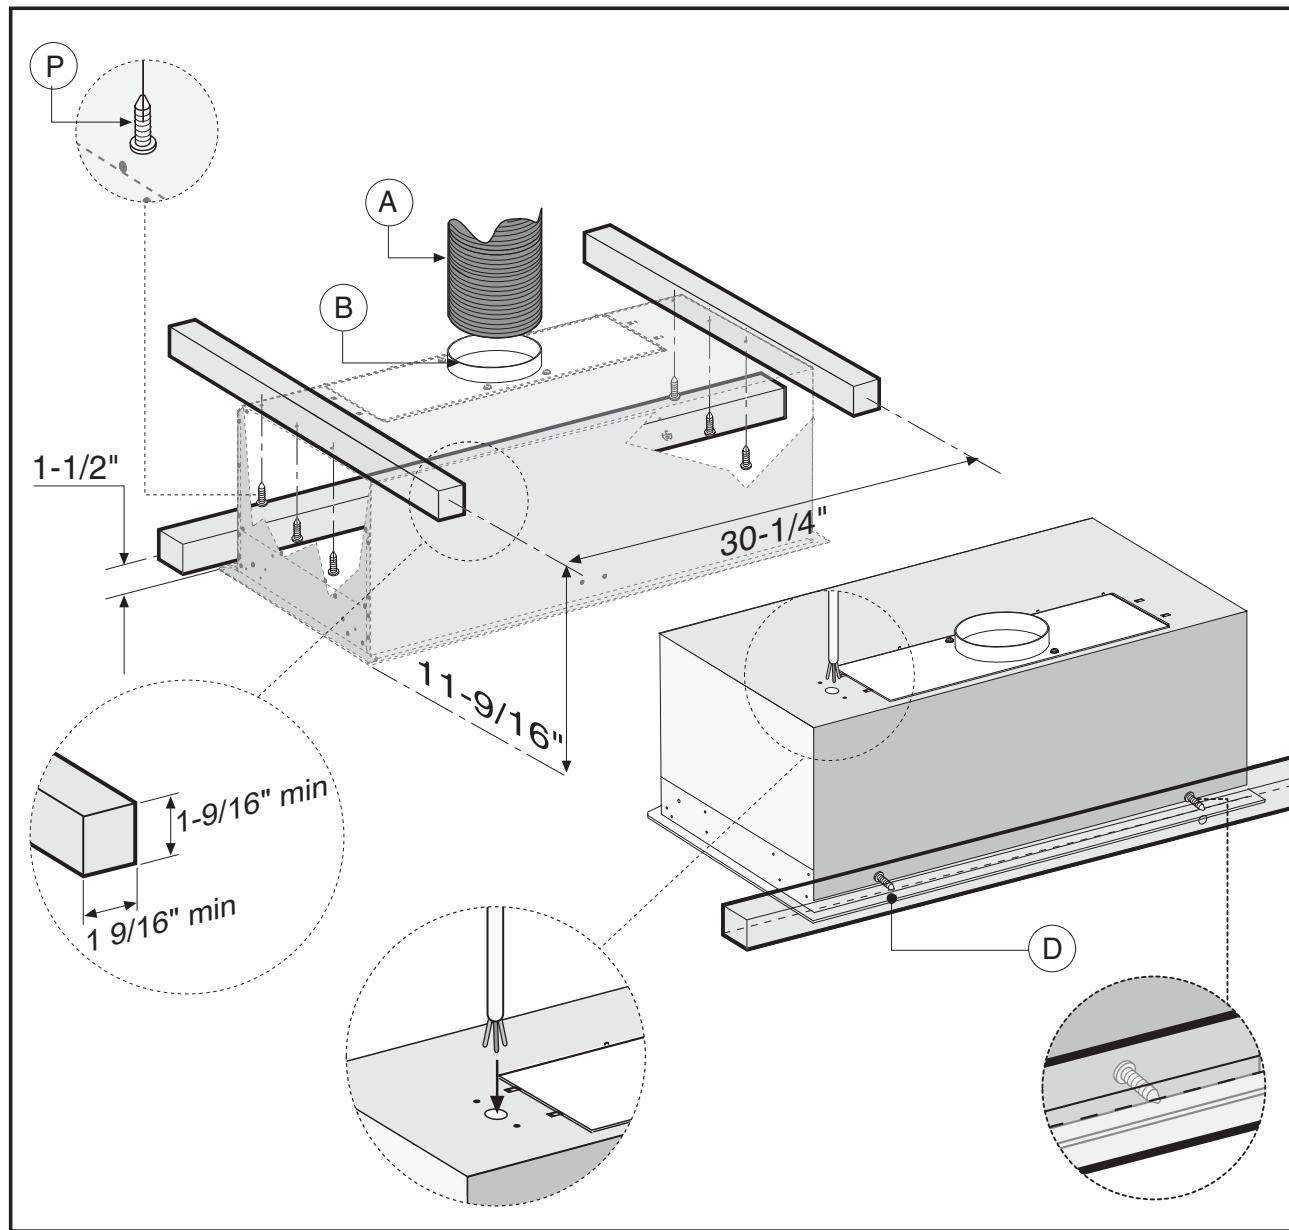
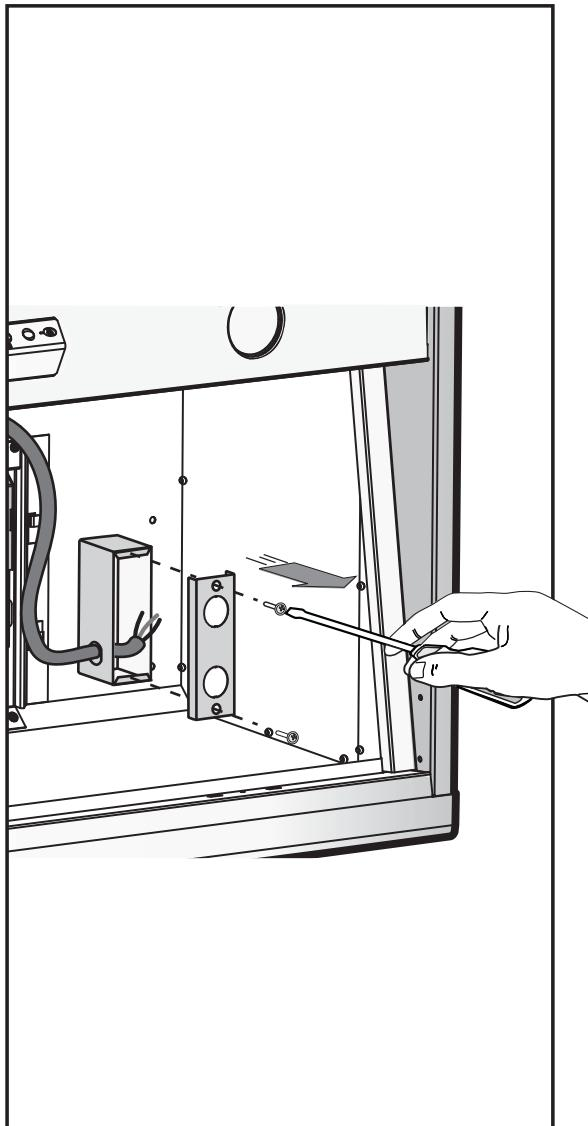

Fig.3
Fig.8
- 1) Fijar la campana con la estructura en madera (Fig.3).**
Fije el aparato con los 6 tornillos P (Fig.3), y realice la fijación de seguridad con los 2 tornillos D (Fig.3).
Empotre la campana en el mueble (**Fig.8**) y cuide que los 4 resortes estén bien encastados. Fije definitivamente la campana al armario colgante con los tornillos **M**, utilizando un destornillador atorníllelos hasta lograr que el aparato haga tope con el armario (**Fig.5**). Reposicionar los dos estribos **H** (dx y sx) de la campana y las fijar con las 4 tornillos **E** (**Fig.6-7**).
Con este tipo de instalación, el aparato descarga los vapores al exterior a través de una pared perimétrica o de una canalización existente. Por ello, es necesario comprar un tubo de evacuación de aire **A** (no suministrado), del tipo previsto por las normas vigentes, no inflamable, y conectarlo a la brida **B** (**Fig.3**).
Para conectar el electrodoméstico a la alimentación eléctrica, refiérase a lo siguiente, **Fig.3 - Fig.8:**